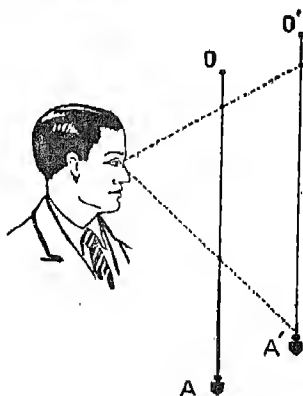

Fig. 5. — Deux fils à plomb en équilibre sont dans le même plan.
a) Ils sont dans le même plan : l'un d'eux masque complètement l'autre quand on se place convenablement et qu'on vise avec un œil (l'autre étant fermé) (fig. 5).